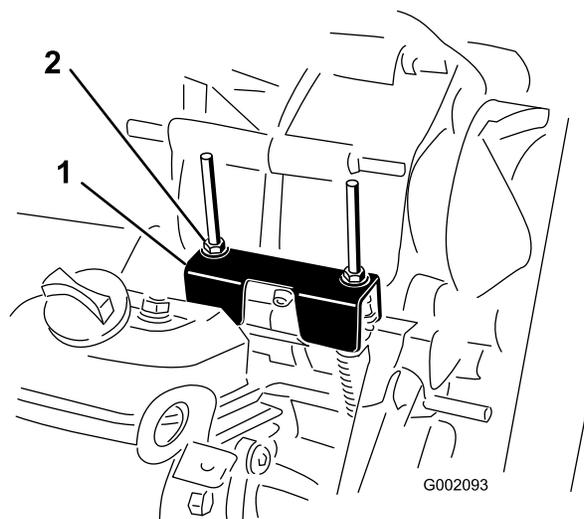

Figura 35
Durante l'esecuzione della manutenzione ordinaria e/o della diagnostica del motore, portate il transaxle in folle (Figura 35). Il veicolo è provvisto della posizione di folle sulla leva del cambio, che comanda la posizione di folle sul transaxle. Per accertarvi che la leva del cambio in folle agisca correttamente sulla posizione di folle del transaxle, osservate i punti sotto indicati.
2. Assicuratevi che la staffa di folle sia in posizione di folle (a livello della staffa di montaggio per cavo che si trova sotto la staffa del cambio) girando la frizione della trasmissione (Figura 35). Il veicolo non deve spostarsi né avanti né indietro. In caso contrario, mettete manualmente la staffa di folle in posizione di folle.
3. Serrate uno dei dadi di bloccaggio (Figura 35) per ottenere un gioco di 0,76 - 1,52 mm.